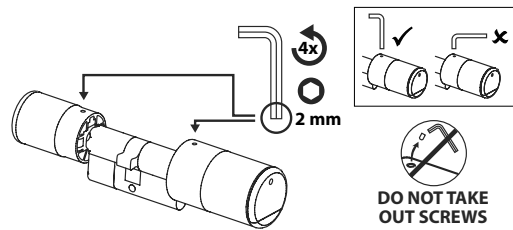

Abb. 2
- 2 Das Lösen und das Fixieren von Außen- und Innenknopf erfolgt über eine integrierte Madenschraube im Drehknopf. Lösen Sie die beiden Madenschrauben in den beiden Knäufen mit dem beiliegenden Sechskantschlüssel (Abb. 2).